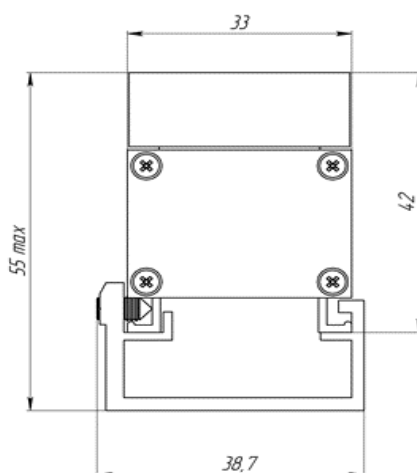

Рис. 1
2.3 Габаритные, установочные размеры и крепежные элементы представлены на рис.1
- 3.2. Установить кронштейн из комплекта светильника на монтажную поверхность. Светильник установить на кронштейн и закрепить монтажными болтами (крепежные болты в комплект не входят). Усилие закручивания болта не менее 4 Н*м. Габаритные и установочные размеры указаны на рис.1.